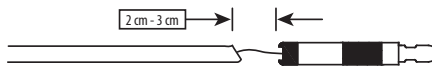

Figura 7
- Separar con delicadeza la extremidad proximal y la distal del dispositivo de desprendimiento instantáneo. Por lo tanto, bajo fluoroscopia, tire la sección proximal del dispositivo de desprendimiento instantáneo de unos 2-3 cm para confirmar el desprendimiento del sistema según las instrucciones para el uso (Figura 7).